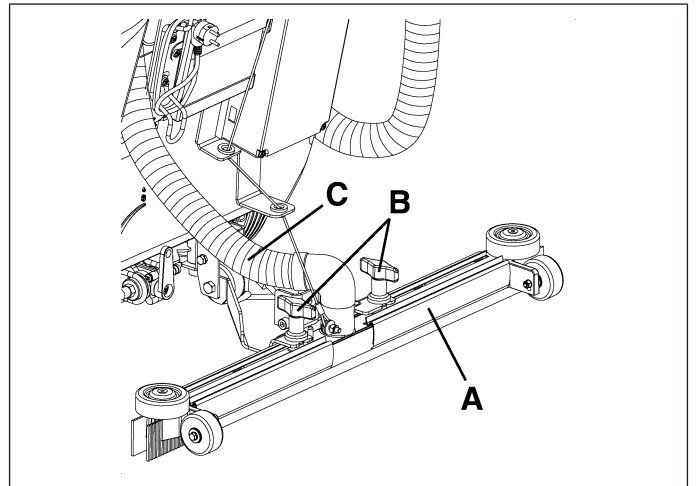

Figure 10
1. Instalar la boquilla (A, Fig. 10) y fijarla con las empuñaduras (B), luego conectar el tubo de aspiración (C) a la boquilla.